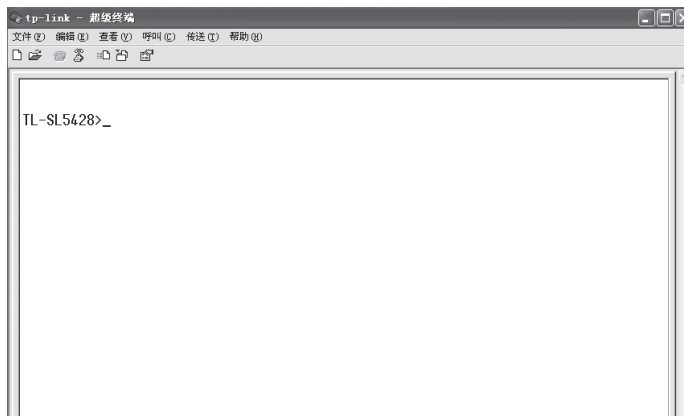

图4-4 命令行主窗口
3. 在主窗口中输入回车键，可以看到“TL-SL5428>”的提示符，说明已成功登录交换机。如图4-4所示。